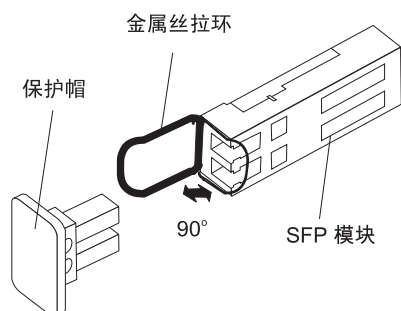

图 26. 松开金属丝材质的 SFP 模块滑锁
- 如第 37 页的图 26 中所示，对于包含金属丝卡口的 SFP 模块，拉动金属丝滑锁以松开 SFP 模块滑锁。